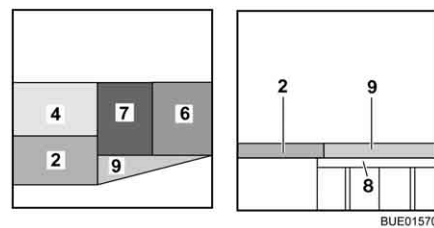

Bild 160 Efter ombyggnaden
- Lägg sittdynan (Bild 160,7) i mitten.
- Lägg ryggdynan (Bild 160,6) mellan sittdynan (Bild 160,7) och väggen.
- Lägg den extra dynan (Bild 160,9) på sängbreddningen.